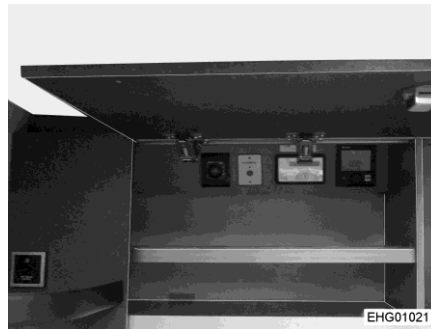

Bild 133 Säkringshållare på högerstyrda fordon (Ford)
- Byt säkring i säkringshållaren (Bild 133).